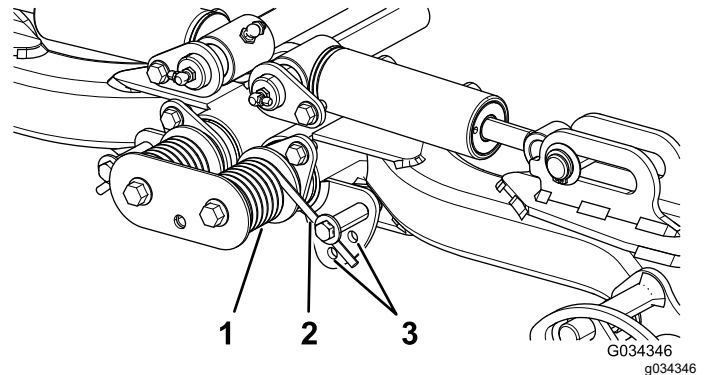

Bild 34
2. Führen Sie ein Rohr oder ein ähnliches Objekt in die lange Feder ein, um die Federspannung während der Einstellung aufzuheben (Bild 34).
3. Wenn Sie die Federspannung aufgehoben haben, nehmen Sie die Schraube und Sicherungsmutter ab, mit denen der Federaktuator an der Halterung befestigt ist (Bild 34).